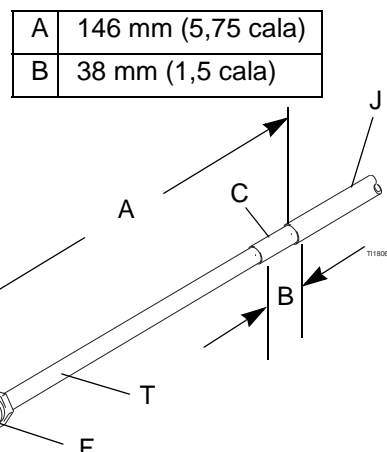

FIG. 6. Wymiary węża do płynów na bazie wody
2. Aby prawidłowo dopasować wąż płynów na bazie wody, należy go zwęzić i zamocować zgodnie z wymiarami pokazanymi na FIGURE 6. Na wewnętrzną rurkę (T) węża należy nałożyć smar dielektryczny. Nasunąć złączkę (F) na rurkę (T). Wcisnąć zahaczoną złączkę (G) na rurkę, do momentu aż jej brzegi sięgną dna rurki. Nowy wąż do płynów na bazie wody firmy Graco jest dostarczany w postaci całkowicie zmontowanej do tych wymiarów.